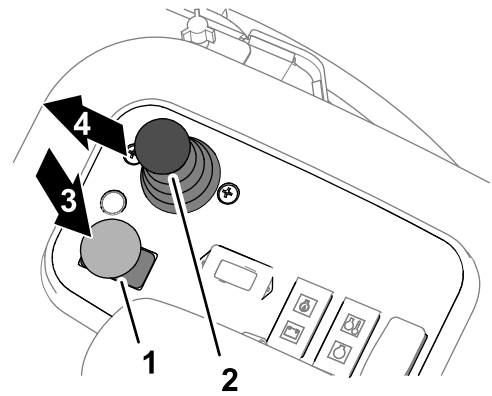

Figura 35
3. Mueva el interruptor de la transmisión de la unidad de corte hasta la posición de DESENGRANADA (Figura 35).
5. Utilice palanca de control de bajar/segarr/elevar para bajar las unidades de corte (Figura 35).